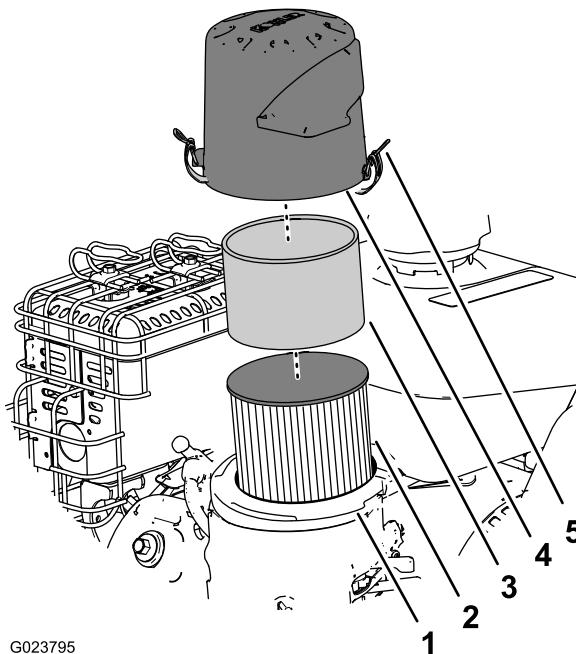

Bild 32
- Entfernen Sie die Abdeckung und reinigen Sie diese gründlich (Bild 32).
Reinigungsmittel und Wasser und tupfen Sie ihn dann trocken (Bild 32).
- Entfernen und prüfen Sie den Papierluftfilter (Bild 32); entsorgen Sie ihn, wenn er übermäßig verschmutzt ist.
- Installieren Sie den Schaumstoff-Vorfilter auf dem Papierluftfilter (Bild 32).
- Installieren Sie die Luftfilterbaugruppe auf dem Unterteil des Luftfilters (Bild 32).